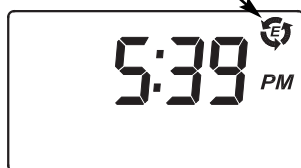

FIG. 23
3. Appuyez trois fois sur le bouton PROGRAM (programmer) pour retourner au mode de fonctionnement normal (voir la figure 23).